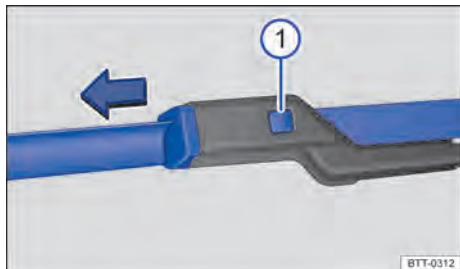

Fig. 137 Sustituir las escobillas limpiaparabrisas.
- Mantener la tecla de desbloqueo → fig. 137 ① presionada y, al mismo tiempo, retirar la escobilla limpiaparabrisas en el sentido de la flecha.